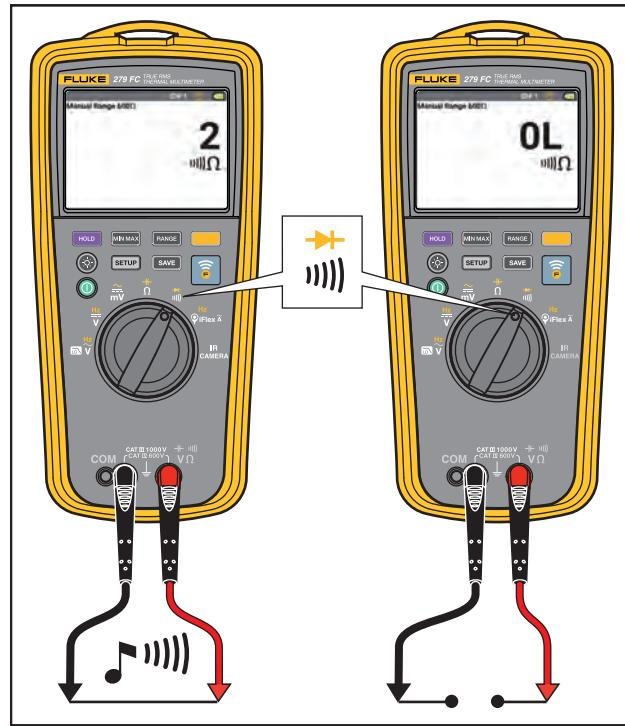

Рисунок 9. Проверки целостности цепи
- Проверка целостности цепи. См. Рисунок 9.
Во время проверки целостности цепи используется звуковой сигнал при появлении замкнутой цепи. Звуковой сигнал позволяет выполнять проверку целостности цепи, не глядя на экран. См. Рисунок 9.